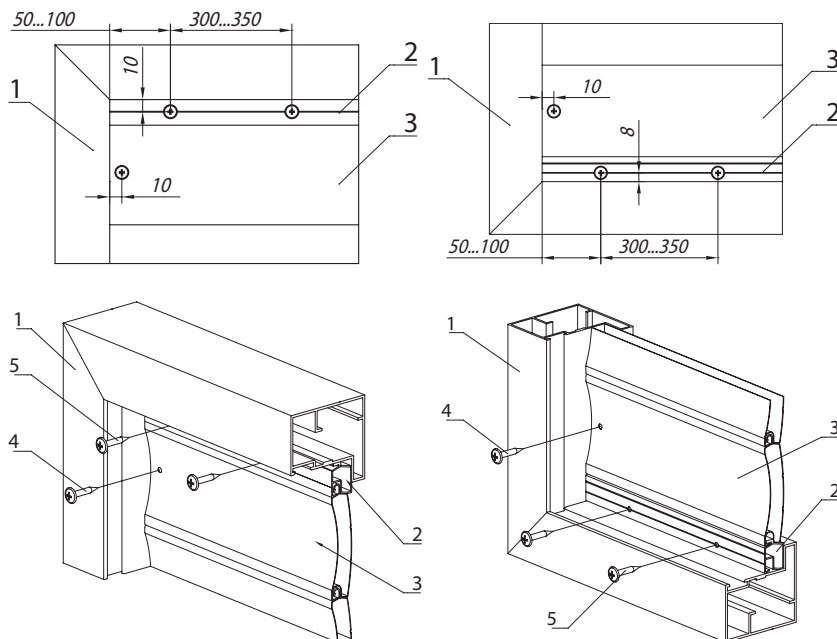

Рис. 16. Установка заполнения:
3. Произвести разметку под сверление отверстий для крепления полотна заполнения в соответствии с рис. 16. При этом отверстия для крепления: